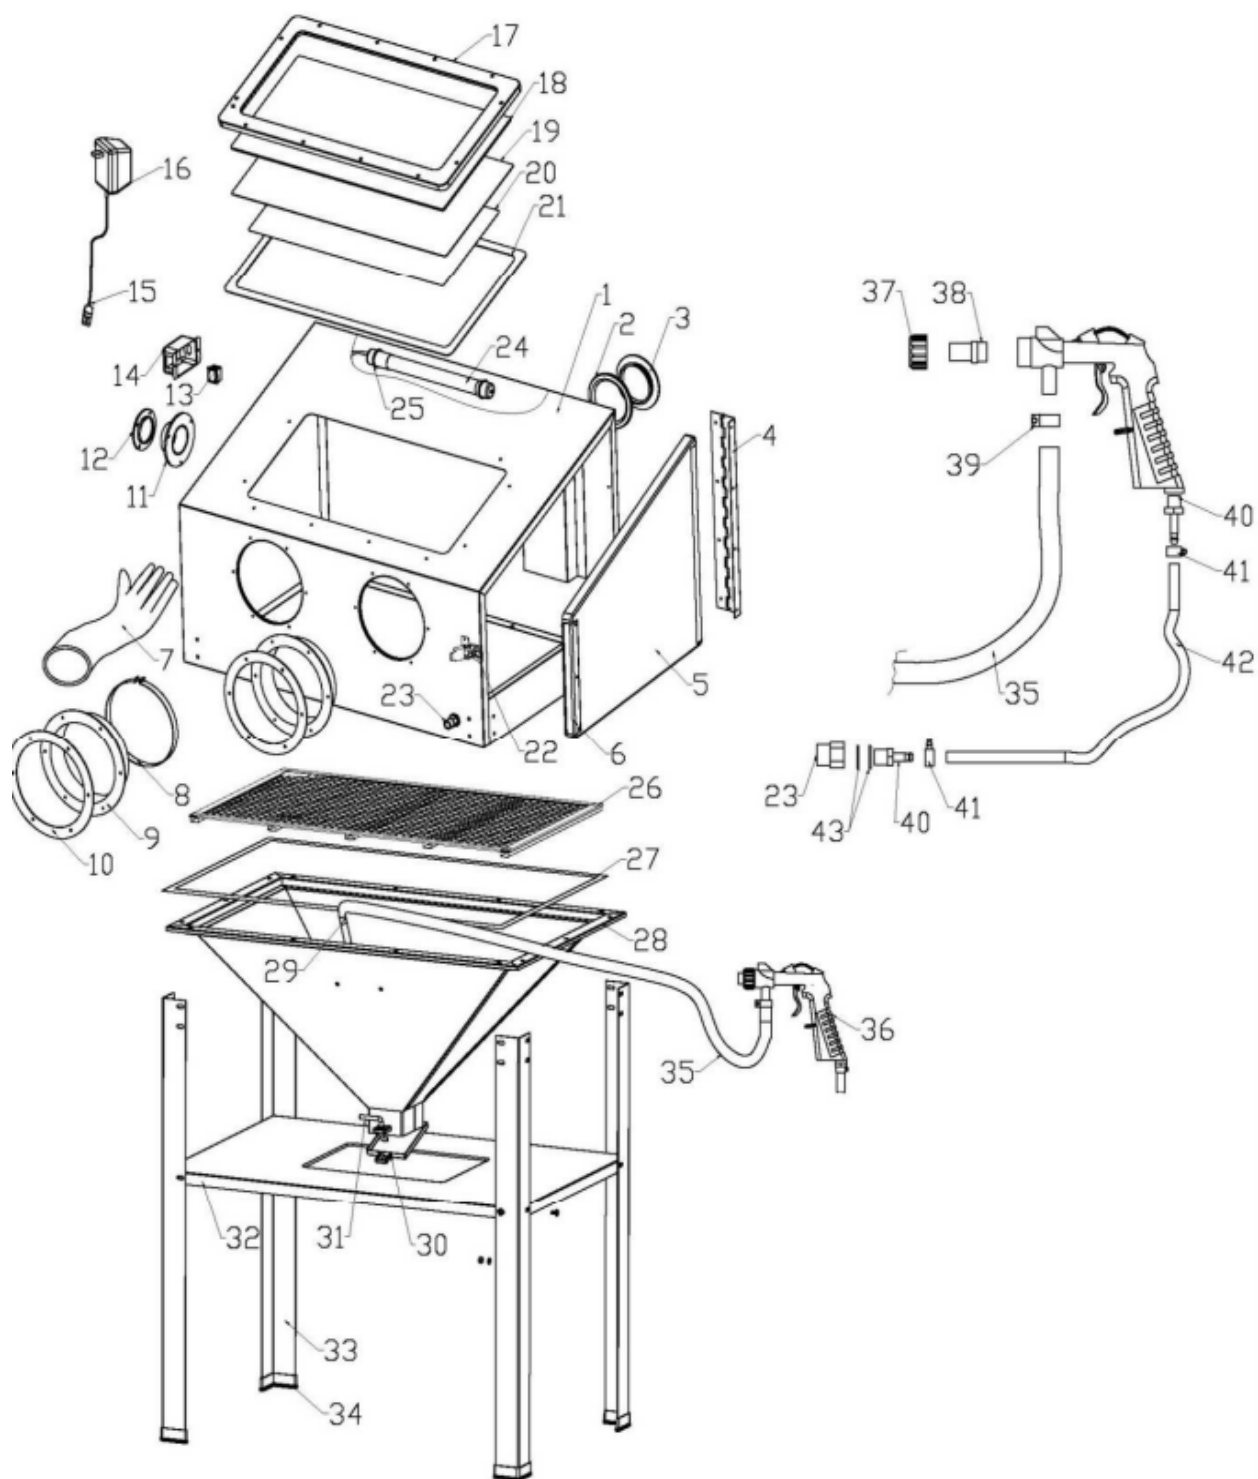

Рис. 3. Устройство изделия.
1.	Сборка производится согласно чертежу Рис. 3.